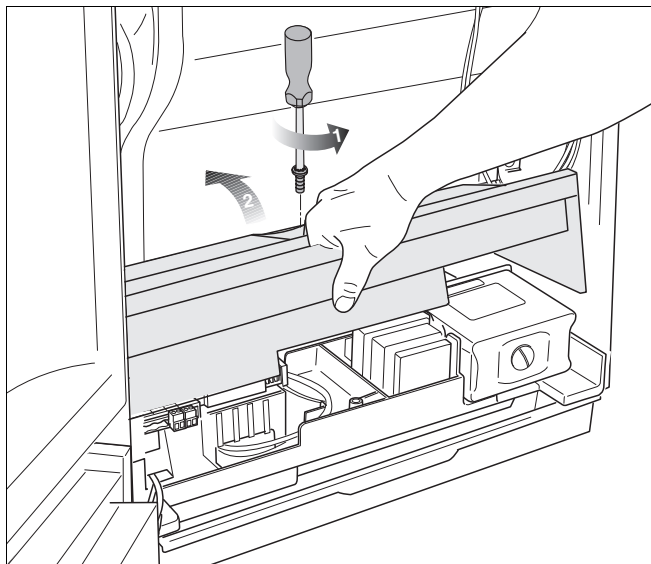

Fig. 25 Afdekkap naar boven kantelen
- Demonteer de schroef en kantel de afdekkap naar boven (→ fig. 25).